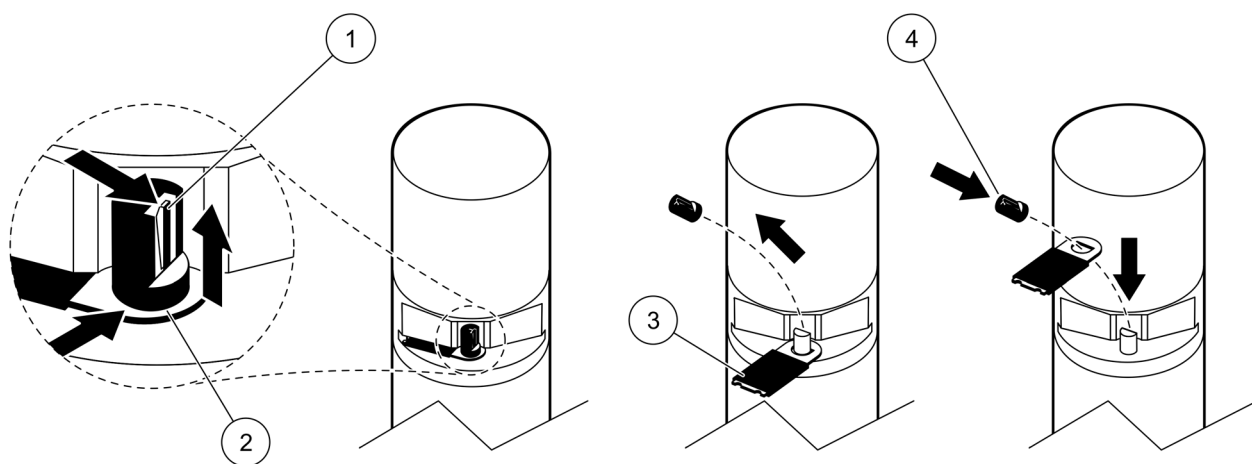

Figura 8 Trocando o perfil do limpador
Consulte a Figura 8 e as etapas a seguir para trocar o perfil do limpador.
9. Erga a tira de retenção (Figura 8, item 1), mova a tampa inferior para cima e remova-a (Figura 8, item 2 e 3).
11. O limpador se estende automaticamente. Troque o perfil do limpador (Figura 8, item 4) e recoloca a tampa, prendendo-a no lugar (Figura 8, item 5).